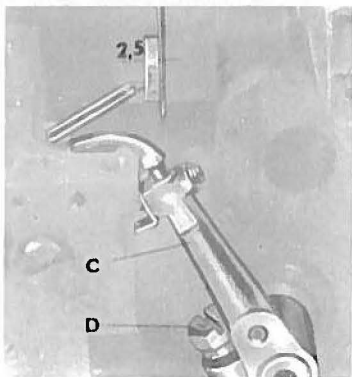

fig. 6
- A crochet tutto a sinistra, verificare la quota indicata in fig. 6.